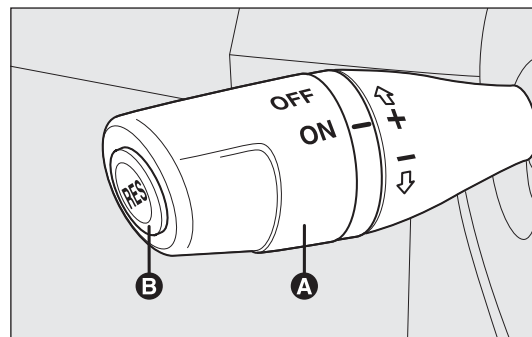

fig. 39
Tourner la bague A-fig. 39 sur la position ON.
- ☐ tourner la bague A-fig. 39 sur ON et en appuyant sur la pédale d'accélérateur, amener la voiture à la vitesse souhaitée ;
- ☐ appuyer sur le bouton RES B-fig. 39.
- ☐ en appuyant sur la pédale d'accélérateur ; dans ce cas, le système n'est pas désactivé effectivement mais la demande d'accélération est prioritaire sur le système ; le cruise control reste toutefois actif, sans qu'il soit nécessaire d'appuyer sur le bouton RES B-fig. 39 pour revenir aux conditions précédentes une fois l'accélération terminée.